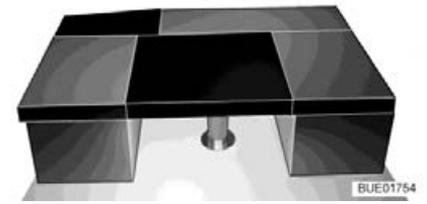

Bild 163 Nach dem Umbau
- Das rechteckige Zusatzpolster auf den Tisch legen (zwischen die Sitzpolster der Sitzbänke, siehe Bild 163).